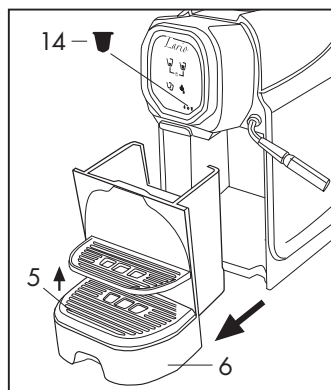
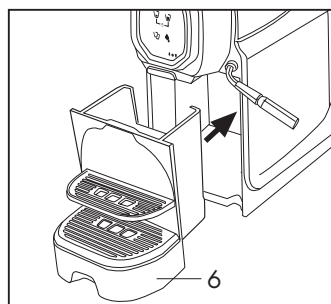

Fig. 15
Fig. 16
Une fois que la machine a effectué 15 distributions, sur le tableau de commande, le voyant du tiroir plein (14) (**Mod. VAP et 4D**) s'allume ; la machine ne peut plus effectuer de distribution et il est nécessaire de vider le tiroir à capsules ; à cet effet, extraire le conteneur à capsules (6) et le vider. Retirer la grille d'égouttement (5) (**Fig. 15**), laver et essuyer les composants puis remettre en place le conteneur à capsules (6) dans son logement (**Fig. 16**).